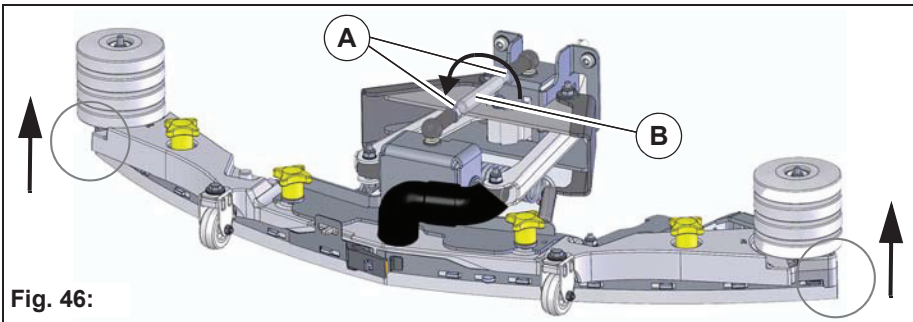

Fig. 46:
2. Løsne kontramuttere **Fig. 46-A** og still inn sugefoten gjennom å dreie på gjengestangen **Fig. 46-B** slik at endene på tetningslistene akkurat fortsatt har bakkekontakt.
- Vri gjengestangen mot urviseren: Avstand tetningslist til bakke blir større på endene **Fig. 46**.